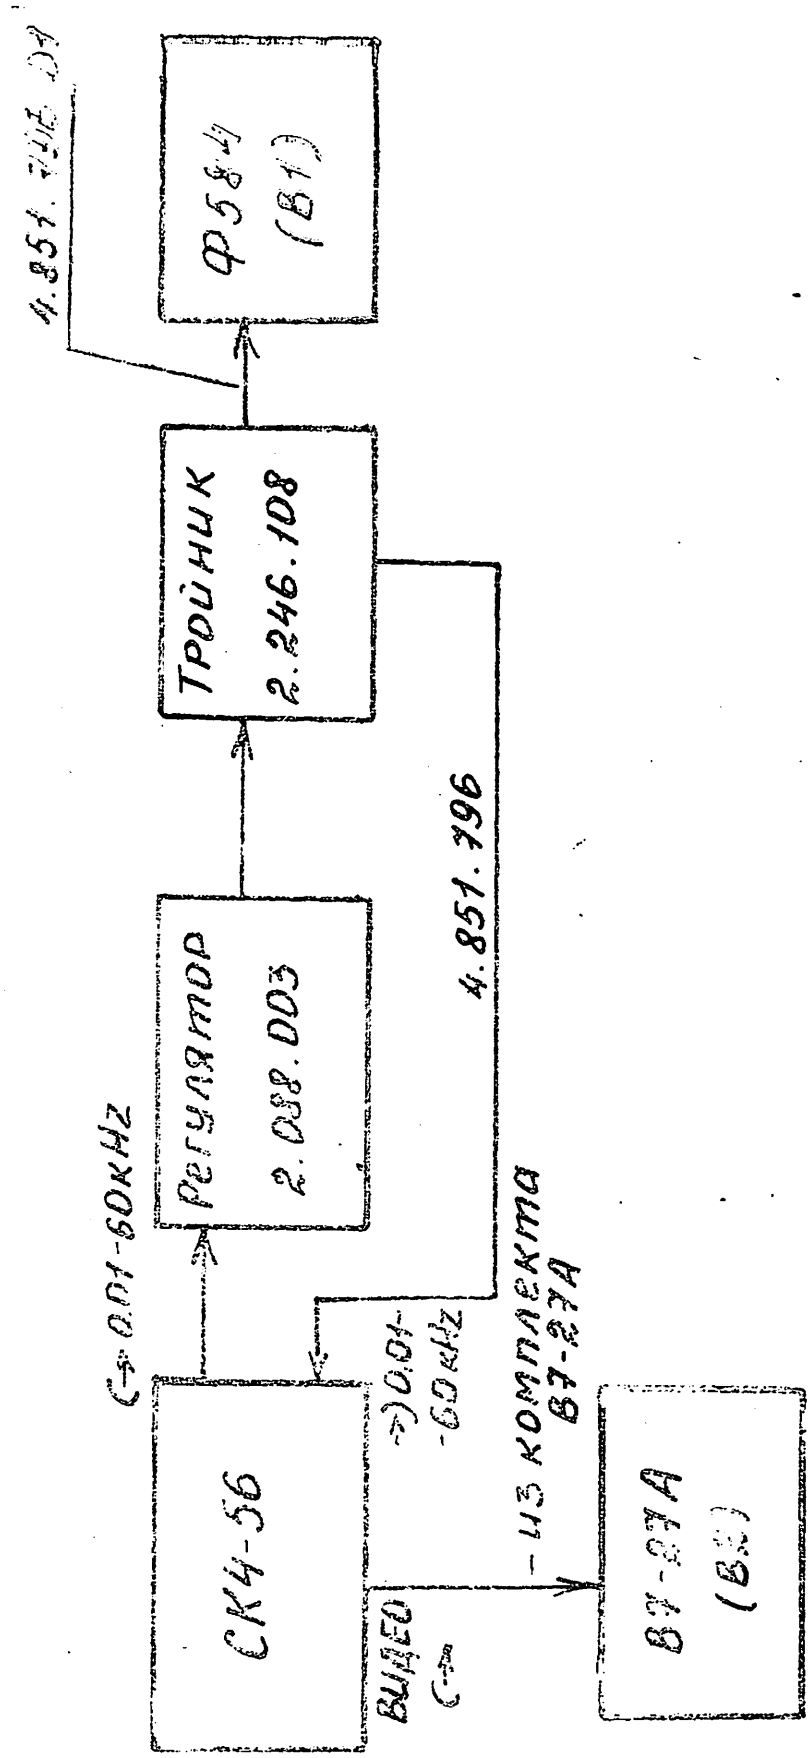

Рис.10. Структурная схема проверки амплитудно-частотной характеристики и погрешности линейной шкалы
4. Неравномерность амплитудно-частотной характеристики определяется по сигналу следящего генератора методом постоянного выхода по структурной схеме рис. 10.
5. Приведенная погрешность линейной шкалы определяется по структурной схеме рис. 10, исключив вольтметр В2.